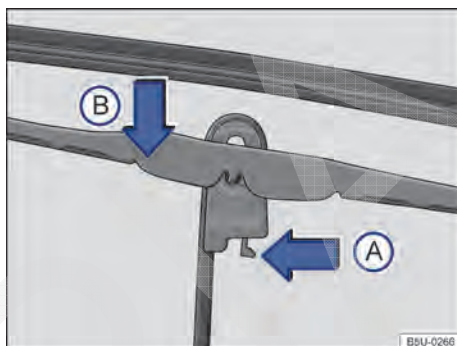

Fig. 127 Substituir as palhetas dos limpadores do para-brisa.
- Colocar a palheta em uma posição perpendicular em relação ao braço → Fig. 127.
- Apertar a trava de segurança no sentido da seta ①.
- Desencaixar a palheta no sentido da seta ②, deslocar no sentido oposto ao braço do limpador e remover no sentido oposto ao da seta ③.